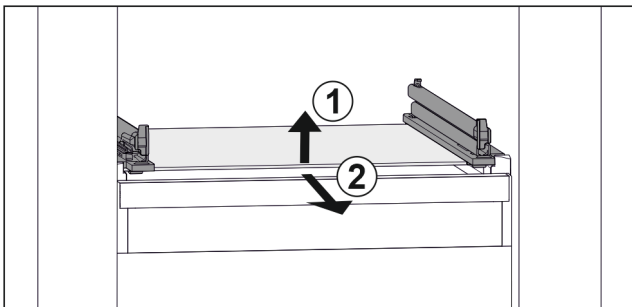

Fig. 48 Representación de la placa de vidrio a modo de ejemplo
- ▶ Levante la placa de vidrio por delante. *Fig. 48 (1)*
- ▶ Retire la placa de vidrio hacia delante. *Fig. 48 (2)*